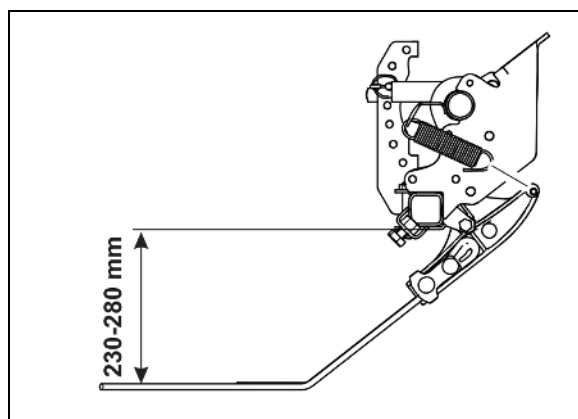

Рис. 92
3. Установите в регулировочном сегменте по одному пальцу (Рис. 92/2) снизу и сверху рычага и закрепите при помощи фиксирующих пальцев с пружинной защелкой.